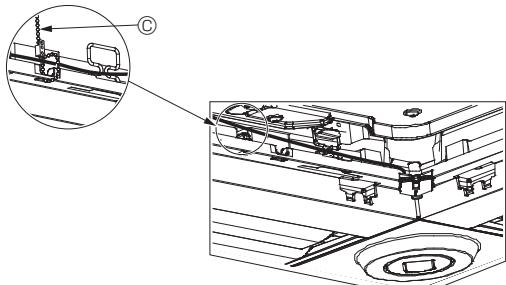

Fig. 10-12
- Fixez les fils du capteur i-See et du récepteur de signal au panneau à l'aide des fixations, comme indiqué sur le schéma, de sorte qu'il n'y ait pas de mou au niveau des fils, puis coupez le fil qui dépasse aux extrémités de la fixation. (Fig. 10-12)
- Si la position du capteur i-See a été permutee de la position "○" (E) à la position "□" (F), changez le réglage des fonctions. (Voir page 45.)